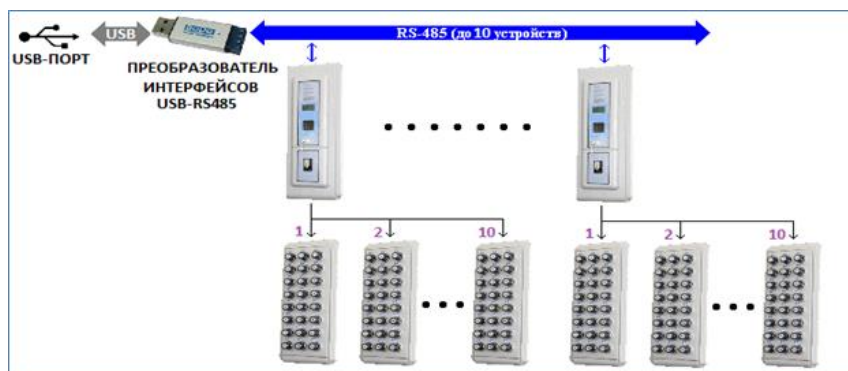

Рисунок 1-16 Рисунок 1 15 Схема подключения электронных сейфов для ключей к USB-порту
- к USB-порту (см. Рисунок 1-16),